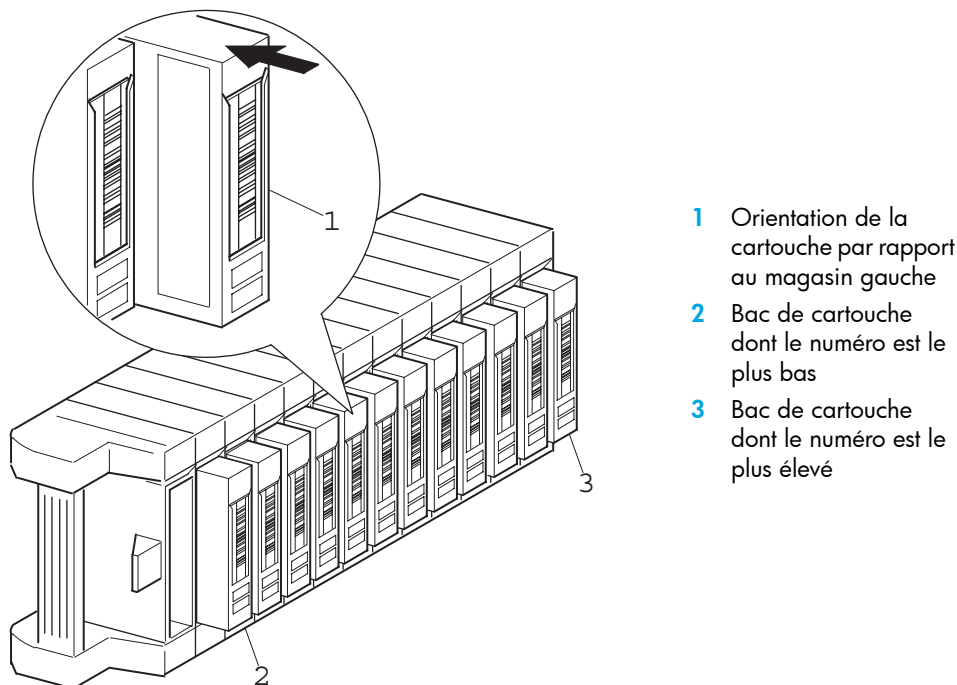

Figure 60 Insertion d'une cartouche (magasin gauche)
La Figure 60 montre un magasin de gauche plein. Pour les modèles à deux unités, le bac de cartouche dont le numéro est le plus bas ❷ est le plus proche de l'avant du magasin gauche. Pour les modèles à quatre unités, le bac de cartouche dont le numéro est le plus bas ❷ est le plus proche de l'avant du magasin supérieur gauche.
Insérez les cartouches de telle manière que les étiquettes à code-barres fassent face à l'extérieur (reportez-vous à la Figure 60).